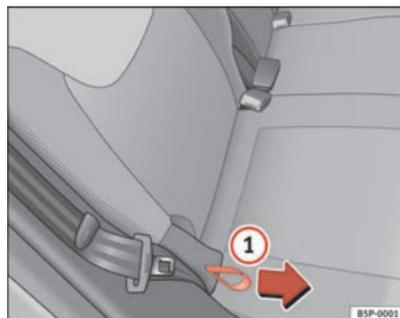

Fig. 99 Ajuste de la inclinación del respaldo, asiento posterior
- Sujete el respaldo del asiento por la parte superior. Tire del lazo situado en el lateral del asiento ⇒ fig. 99 1 en la dirección de la flecha y manténgalo en esta posición. Empuje el respaldo del asiento hacia atrás hasta la posición que desee y suelte el lazo. ▶